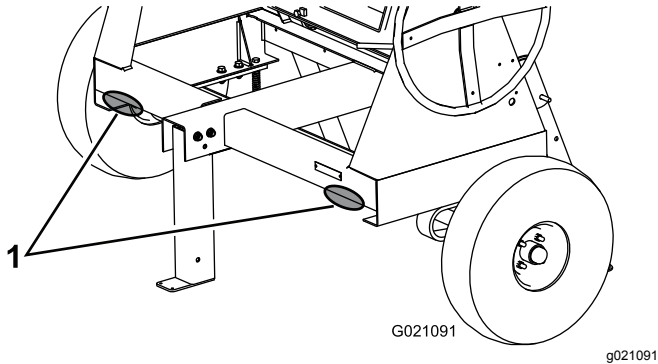

Figure 5
- Placez des chandelles sous le longeron de cadre avant pour empêcher la machine de basculer en avant (Figure 5).